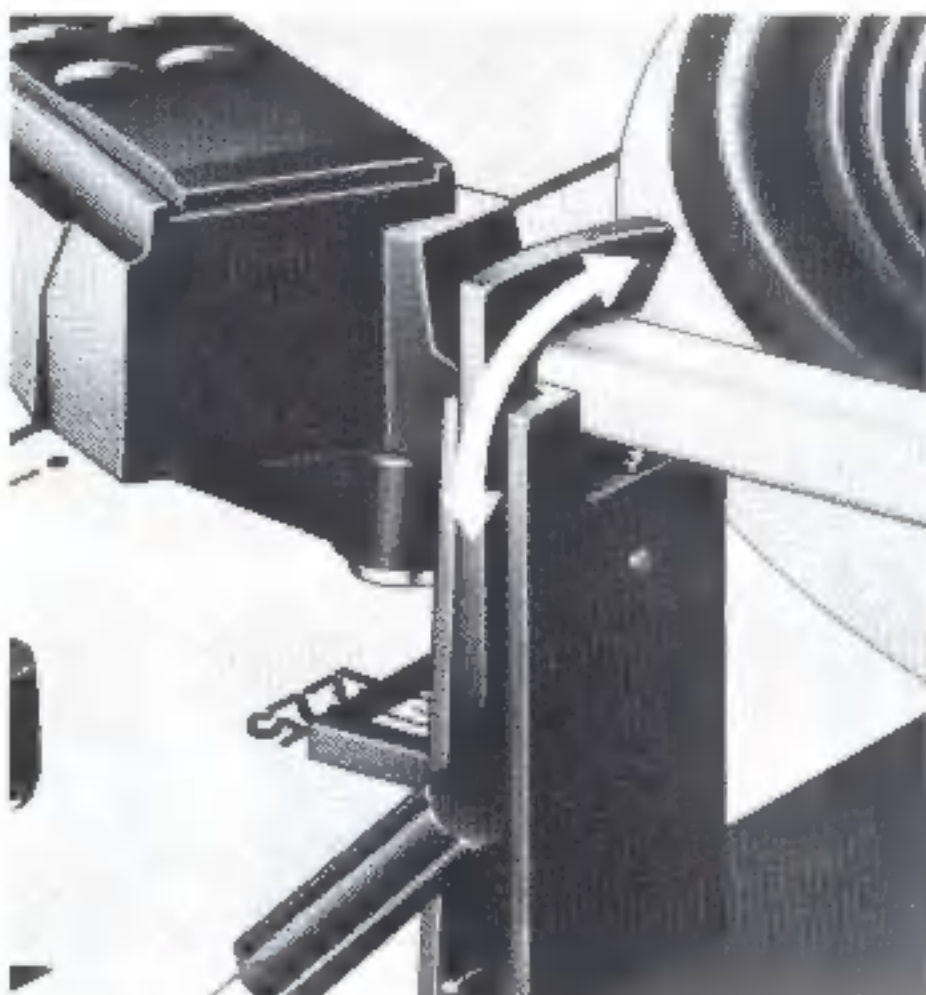

Fig. 7
Wählen Sie bitte die Plattenteller-Drehzahl 33 1/3 oder 45 U/min ⑭ und einstellen Sie den Tonarm (Fig. 7).
Bemerkung: Zum Abspielen von Schallplatten mit abweichenden Durchmessern, z.B. älteren 25 cm-Schallplatten, ist das Gerät manuell zu bedienen (siehe Abschnitt 2. "Manuelle Inbetriebnahme"). Nach dem Spielen der Schallplatte erfolgt die Rückführung des Tonarmes und das Abschalten automatisch. Es empfiehlt sich, den Tonarm wieder zu verriegeln (Fig. 7).